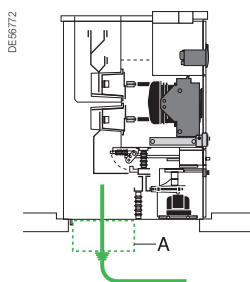

Рисунок 2
- Если подключение кабеля требует высоты точки подключения больше 460 мм, обеспечьте установку дополнительного отсека в нижней части ячейки (обозначение A, рисунок 2).